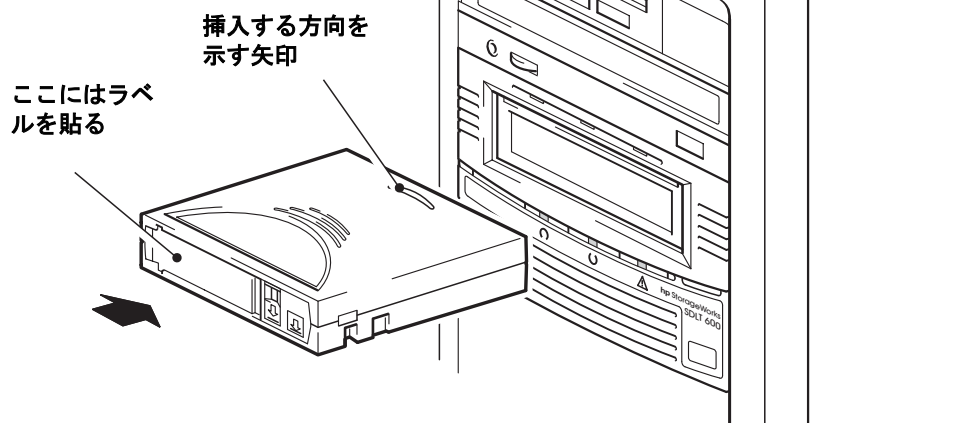

図 9a: カートリッジの装填
- 1 印がついている面が上に来るようにカートリッジを持ち、ドライブの前面にあるスロットに矢印の方向に挿入します。カートリッジがロードされ始めるまで、静かに押し込みます。（図 9a を参照）。